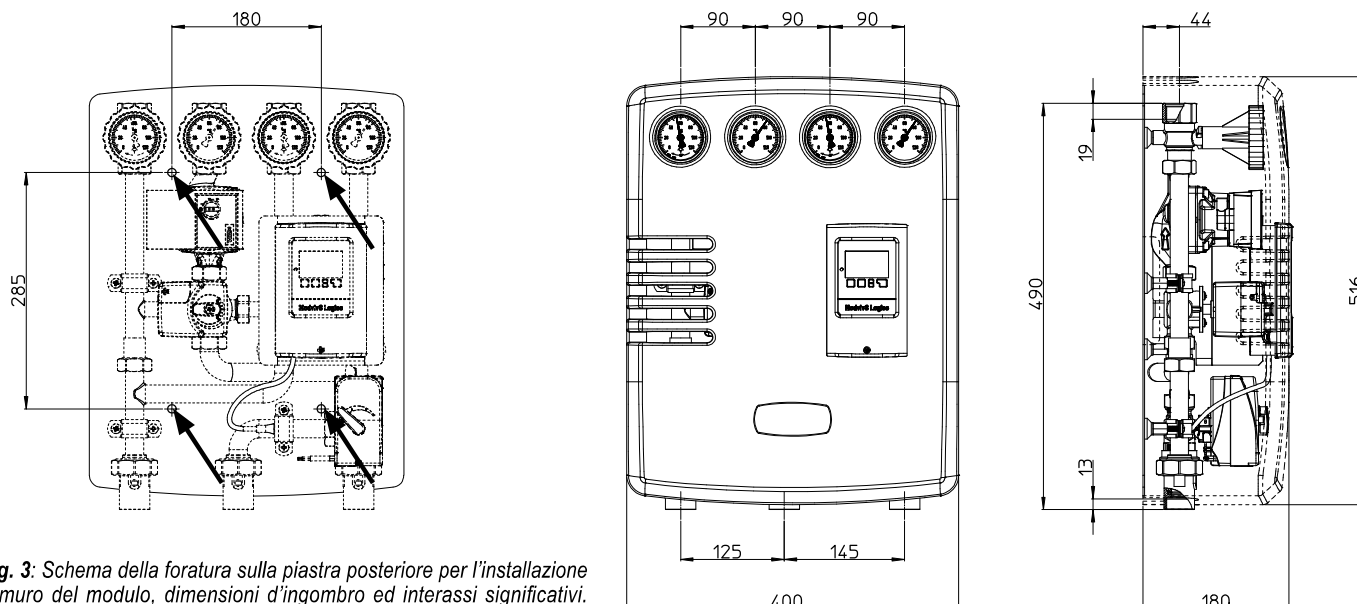

Fig. 3: Schema della foratura sulla piastra posteriore per l'installazione a muro del modulo, dimensioni d'ingombro ed interessi significativi.
- ✓ Individuare e identificare la posizione dei 4 fori da realizzare sul muro secondo lo schema in Fig. 3;
- ✓ Allacciare le tubazioni secondo lo schema di collegamento, attenendosi alle indicazioni riportate in Fig. 3